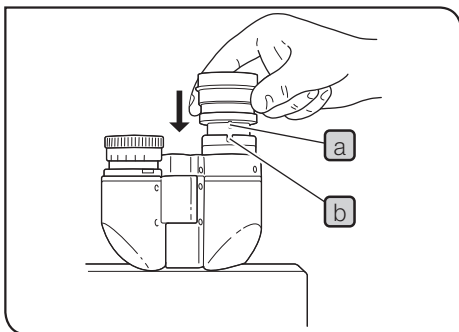

Fig. 54
5 Colocar as oculares (fig. 54)
Operação com a unidade de alimentação TL4 (fig. 54)
- 1 Insira o conector **e** do cabo de alimentação com firmeza no conector de entrada **f** da TL4 (fig. 54).